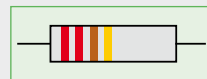

Bild 2: Festwiderstand
8. **a)** Bestimmen Sie mittels Farbkennzeichnung den Widerstandswert in **Bild 2**.